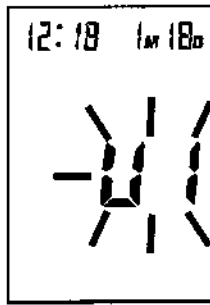

Figura 8-2
- b. El "banco" de memoria actual (U1 o U2 o U3) parpadeará. Remítase a la figura 8-2. Pulse el botón "MEM" para pasar al otro "banco". Para confirmar su selección pulse el botón "START". El "banco" actual puede quedar confirmado también automáticamente si la unidad no está en funcionamiento durante 5 segundos.